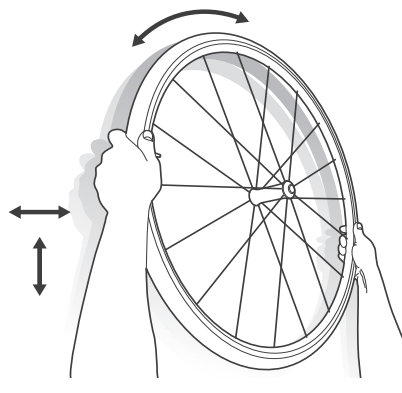

Figura 26. Far ruotare/scuotere la ruota
- Tenendo ferma la ruota, farla oscillare avanti e indietro e farla ruotare per spargere il sigillante lungo tutta la parte interna dello pneumatico (Figura 26).